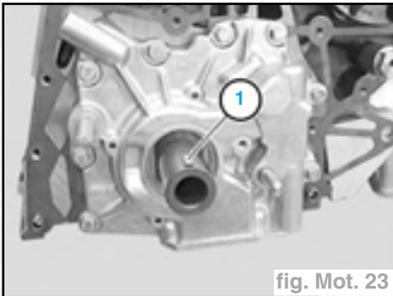

fig. Mot. 23
- Contrôler l'état et la position de la clavette de vilebrequin (fig. Mot. 23).